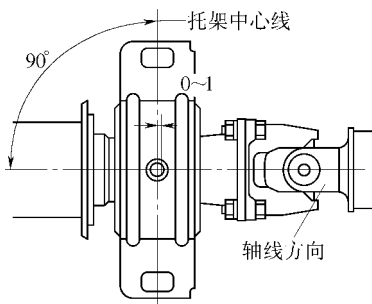

图 13-19 调整中间支承轴承
(4) 调整中间支承轴承 (三万向节式)。如图 13-19 所示。